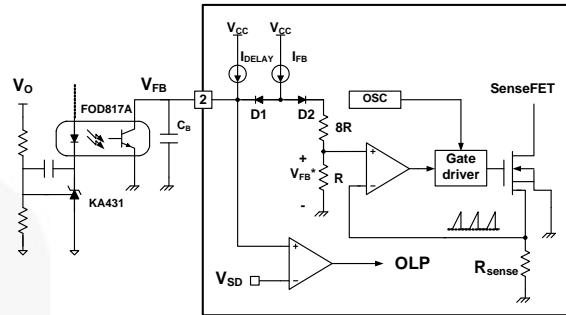

图 16. 脉宽调制 (PWM) 电路
**2. 反馈控制:** FSQ500L 采用电流模式控制, 如图 16 所示。通常用光电耦合器 (如 FOD817A) 和电压调节器 (如 KA431) 来实现反馈网络。通过比较反馈电压与  $R_{sense}$  电阻两端的电压, 能够控制开关占空比。当调节器的参考引脚电压超过内部参考电压 2.5V 时, 光电耦合器 LED 电流增大, 拉低反馈电压并减小占空比。这通常在线路输入电压增大或输出负载电流减小时发生。
**2.1 逐脉冲限流:** 由于采用电流模式控制, 因此流经 SenseFET 的峰值电流受到 PWM 比较器同相输入 ( $V_{FB}^*$ ) 的限制, 如图 16 所示。假定 225  $\mu A$  的电流源仅流过内部电阻 ( $8R + R = 12 k\Omega$ ), 则二极管 D2 的阴极电压大约为 2.7V。由于当反馈电压 ( $V_{FB}$ ) 超过 2.7V 时, D1 被阻断, D2 阴极的最大电压被箝位在该电压, 即箝位  $V_{FB}^*$ 。因此, 通过 SenseFET 的电流峰值受到限制。